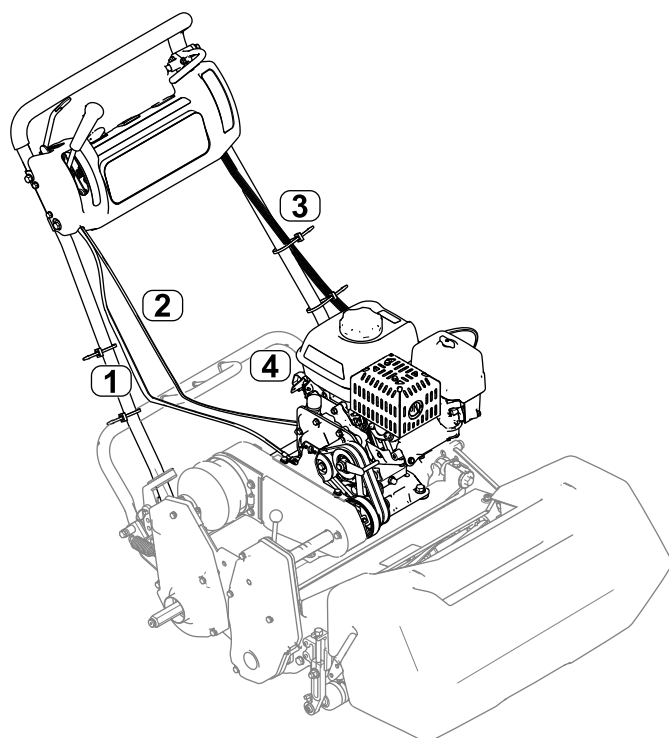

Figura 8
7. Instale el cable del acelerador en la máquina; consulte el *Manual de mantenimiento* de la máquina (**Figura 8**).
Nota: Observe el enrutado del cable del acelerador, ilustrado en la **Figura 8**. Enrute el cable por el lado izquierdo del motor y entre la tapa del limpiador de aire y el depósito de combustible.
11. Conecte el arnés de cables al módulo de enclavamiento, y enrute el arnés de cables hacia arriba por el lado izquierdo del manillar (**Figura 8**).